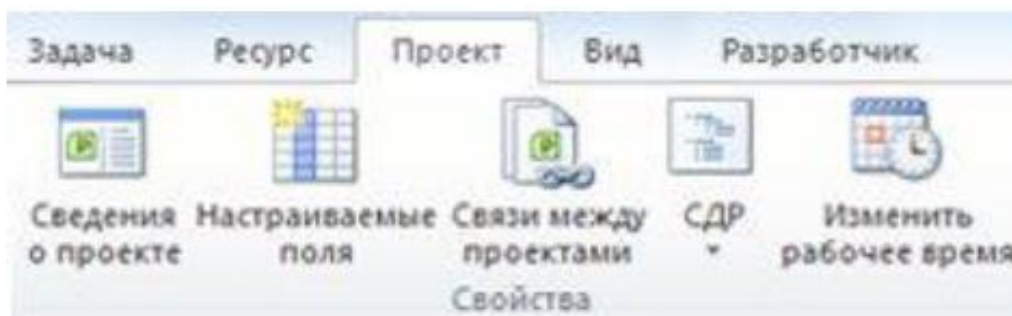
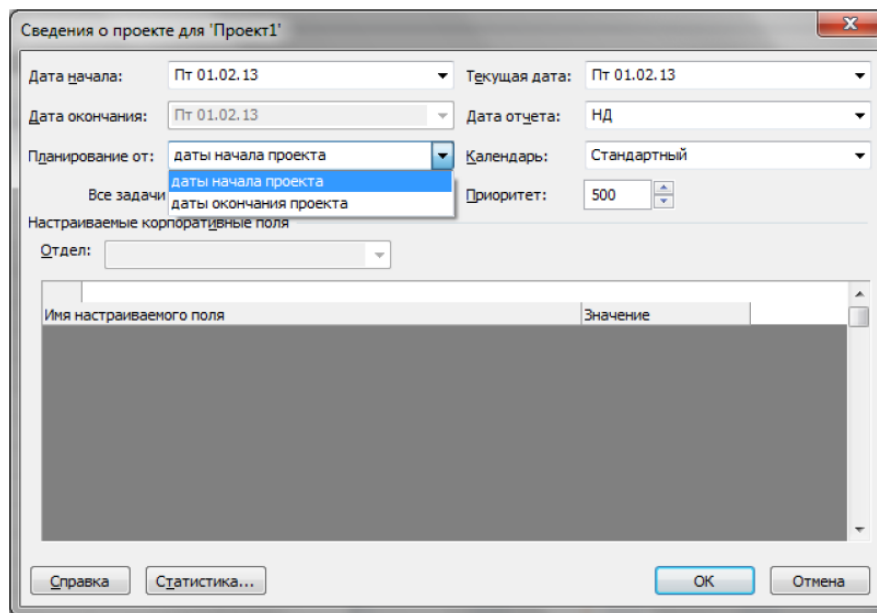

Рис. 4.2. Вкладка **Проект** група **Властивості**
Рис. 4.3. Вибір способу планування у ВД **Сведения о проекте**
**Основні параметри проекту.** Після того, як створений файл проекту, необхідно визначити основні параметри проекту. Для цього на вкладці **Проект** у групі **Властивості** виберіть команду **Відомості про проект** (рис. 4.2). У ВД **Сведения о проекте** вкажіть у полі **Планування від** спосіб планування проекту (рис. 4.3).